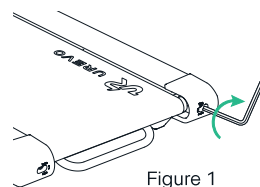

Figure 1
- Si la courroie de marche s'est décalée vers la gauche, utilisez la clé hexagonale pour tourner la vis du rouleau tendeur gauche de $1/4$ de tour dans le sens horaire (voir figure 1).